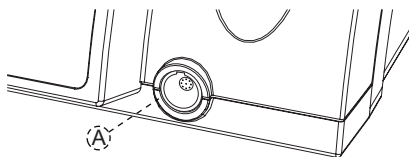

Abb. 2 Vorderer Anschluss
6) Schließen Sie den Stecker des Mikromotorkabels an die Anschlussbuchse (Abb. 2, A) auf der Vorderseite der Steuereinheit an.
Die Anschlussbuchse (Abb. 2, A) ist ein normaler Einsteckanschluss. Richten Sie den roten Punkt auf dem Stecker senkrecht aus, so dass er in die Führung der Buchse passt. Den Stecker nicht in die Buchse einschrauben. Um die Verbindung zu trennen, ziehen Sie am Metallende des Kabels. Verdrehen Sie den Stecker beim Herausziehen nicht.